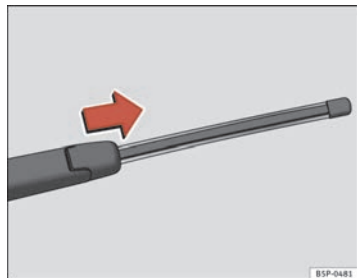

Abb. 149 Heckwischerblatt abnehmen
- Klappen Sie den Scheibenwischerarm von der Heckscheibe weg ⇒ Abb. 149.
- Den Wischerblattadapter in Pfeilrichtung schieben und das Wischerblatt abziehen ⇒ Abb. 149.